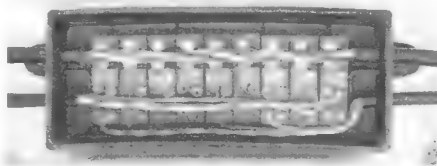
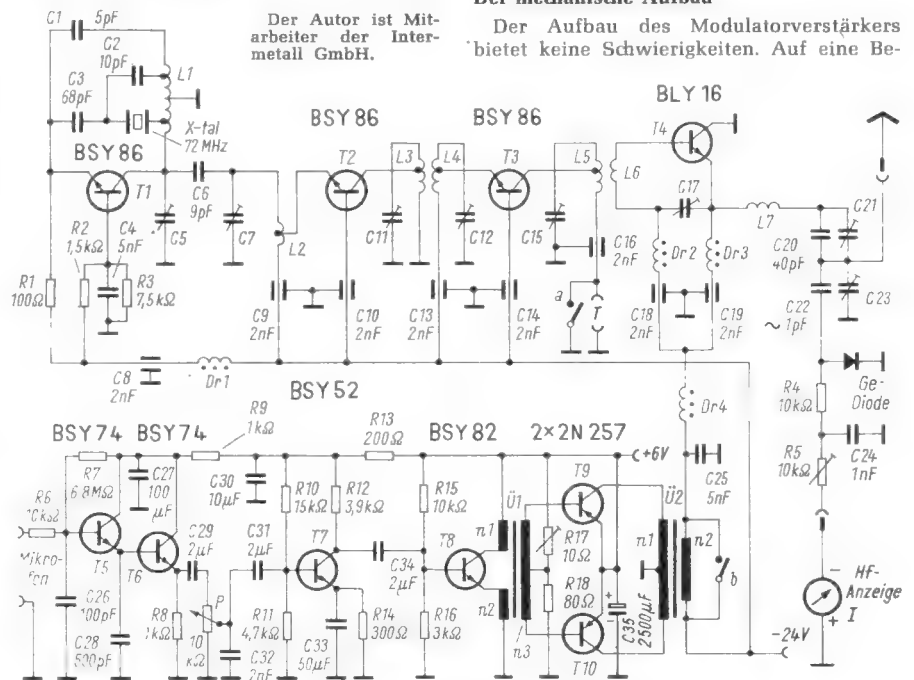
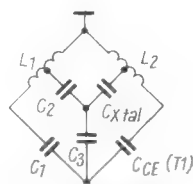

Bild 1. Verteilerkästchen mit Übertragern im Sekundärnetz. Das Bildsignal ist auf einen 5,4-MHz-Träger moduliert, der Ton wird niederfrequent übertragen
Bild 1. Schaltung des Senders mit Modulator
Bild 2. Brückenschaltung zur Kompensation der Kollektor-Emitter-Kapazität
Links: Bild 1. Ein Blatt aus dem Manuskript mit Notizen von Curt Goetz-Pflug, die an Hand von Raumskizzen Richtungseindrücke festlegen
Bild 2. Teilnehmerschaltung. 1 = eine der Programmleitungen; 2 = Teilnehmer-Übertrager; 3 = Programmwähler; 4 = Hf-Drosseln; 5 = 5..11-MHz-Verstärker; 6 = Gleichrichter; 7 = Impulsabtrennung; 8 = Videoverstärker; 9 = Zeilen- und Bildablenkung mit Hochspannungserzeugung
(Bild 1), in welchem mit Hilfe von Übertragern der Empfängeranschluß vom Kabel entkoppelt und zugleich die Eingangsspannung auf gut 15 mV herabgesetzt wird. Das Tonsignal wird über Hf-Drosseln (4) und dem Lautstärkeeinsteller unmittelbar dem Lautsprecherübertrager zugeleitet (Bild 2).
Der Oszillator (Bild 1) schwingt auf der halben Sendefrequenz, wobei der Transistor T 1 (BSY 86) in Basisschaltung arbeitet. Den Oszillatorkreis bilden die zwischen Kollektor und Masse liegende Hälfte der Spule L 1 und der Luftabgleichkondensator C 5. An einer Anzapfung der Schwingkreisinduktivität liegt der Steuerquarz ($f = 72...73$ MHz, 5. Oberton), der mit dem in Serie liegenden Kondensator C 3 den Rückkopplungsweig bildet. Um ein sauberes Einrasten des Oszillators auf der Sollfrequenz zu erreichen, muß man die Quarzhalterungskapazität und die Kollektor-Emitter-Kapazität des Oszillatortransistors kompensieren. Hierzu dienen die Kondensatoren C 1 und C 2, die mit den parasitären Kapazitäten und der Gesamtinduktivität L 1 in einer Brückenschaltung mit zwei parallelen kapazitiven Zweigen liegen (Bild 2).
Bild 2. Dämpfungsverlauf der Rauschsperrre nach Bild 1. Die Kurven bedeuten: Nf-Ausgangsspannung ohne (1) und mit (3) Rauschsperrre bei moduliertem Signal, Rauschspannung ohne (2) und mit (4) Rauschsperrre ohne Modulation. Modulation 1 kHz, Hub ± 15 kHz; $U_B = 9$ V, $R_d = 8,2$ k Ω , $C_{RK} = 300$ pF